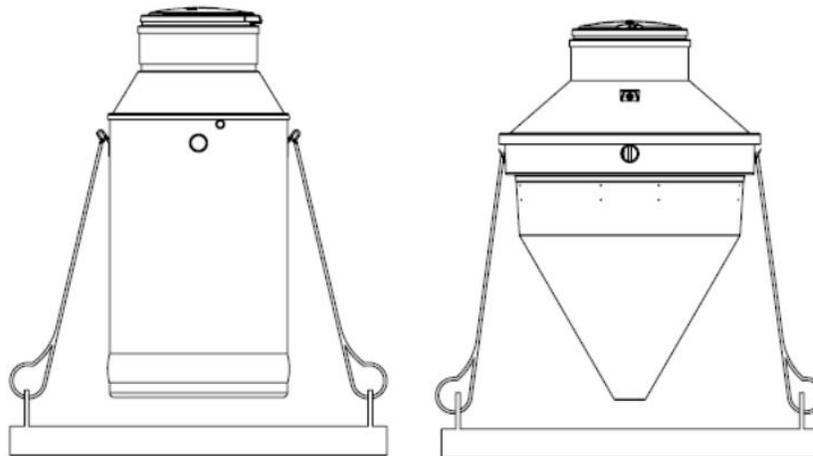

Abb. 7
16. Bei einem hohen Grundwasserstand muss die Anlage an eine Eisenbeton- Unterlage verankert werden. Es sind einige Befestigungsverfahren möglich (siehe Abb. 7 a und b). Nach dem Hinunterlassen der Ankerplatte sie mit der ca. 10 - 20 cm dicken Sandschicht zu zuschütten und die Schicht zu verdichten. Nachdem ist die Anlage auf der Ankerplatte aufzustellen.